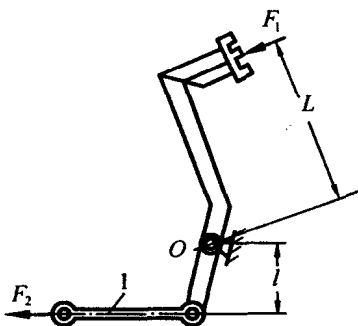

图 2-8
2.8 汽车离合器踏板如图 2-8 所示。已知踏板受到压力 $F_1 = 400\text{ N}$ 作用, 拉杆 1 的直径 $D = 9\text{ mm}$, 杠杆臂长 $L = 330\text{ mm}$, $l = 56\text{ mm}$, 拉杆的许用应力 $[\sigma] = 50\text{ MPa}$, 校核拉杆 1 的强度。